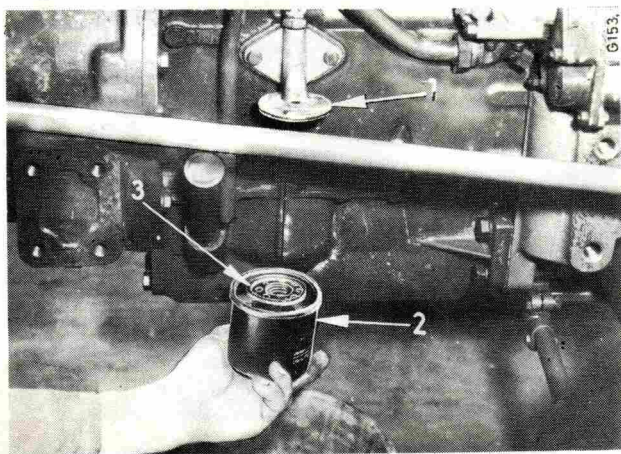

Fig. 53
La cuve du filtre et l'élément filtrant forment un ensemble inséparable (2, Fig. 53) qui est vissé sur le socle du filtre (1). La dépose du filtre peut être facilitée à l'aide d'une broche passée dans les bossages situés à la partie inférieure du filtre.
Le serrage du nouveau filtre s'effectue à la main, après avoir légèrement huilé le joint (3, Fig. 53).